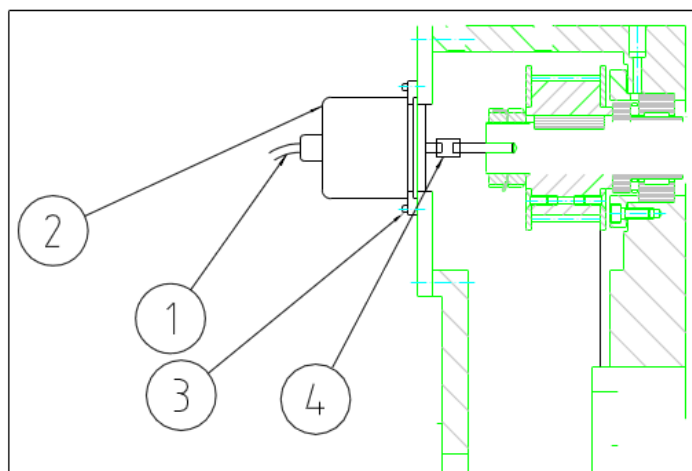

Figura 147. Encoder husillo.
- 1 Por el hueco del soporte aflojar el tornillo del acoplamiento (4, Figura 147) que sujeta el eje del encoder.
- 2 Aflojar las tres bridas (3) que sujetan el eje del encoder y sacar el encoder girándolo un poco.